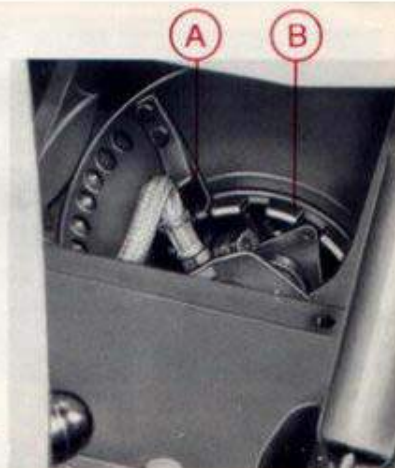

Fig. 25
- 1) Togliere lo sportello che chiude l'apertura rettangolare praticato nella parte inferiore del corpo unione (Fig. 25).
- 2) A frizione disinnestata e con il cambio in folle ruotare il volano motore sino a che la lamina elastica di fermo A (Fig. 25) della ghiera di regolazione della frizione si presenta in corrispondenza dell'apertura rettangolare.
- 4) Sollevare la lamina elastica e ruotare la ghiera B (Fig. 25) in senso antiorario (per chi guarda il motore dal posto di guida) di uno o due intagli: una rotazione eccessiva potrebbe portare al difettoso funzionamento della frizione.